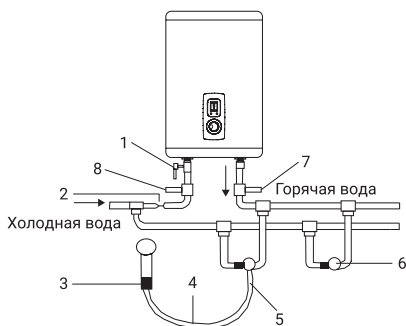

Рис. 5
1. Установка водонагревателей серий ZWH/S Azurgo существенно облегчается возможностью установить их как вертикально, так и горизонтально в любом месте вашего дома, в отапливаемом (!) помещении. Желательно установить водонагреватель как можно ближе к месту использования горячей воды, поскольку чем меньше длина труб, тем меньше потери тепла. Как показано на рис. 5а, при горизонтальной установке водонагревателя трубы подвода должны быть расположены справа. При установке водонагревателя рядом со стеной, оставьте рекомендованное свободное пространство для технического обслуживания. Не устанавливайте водонагреватель на горизонтальной поверхности и вплотную к полу.
Во избежание протечек при подключении трубопровода на концы резьбовых соединений следует установить комплектные резиновые уплотнительные прокладки. Если необходимо реализовать систему водоснабжения на несколько водоразборных точек, используйте способ соединения (см. рис. 5).
Рис. 5а